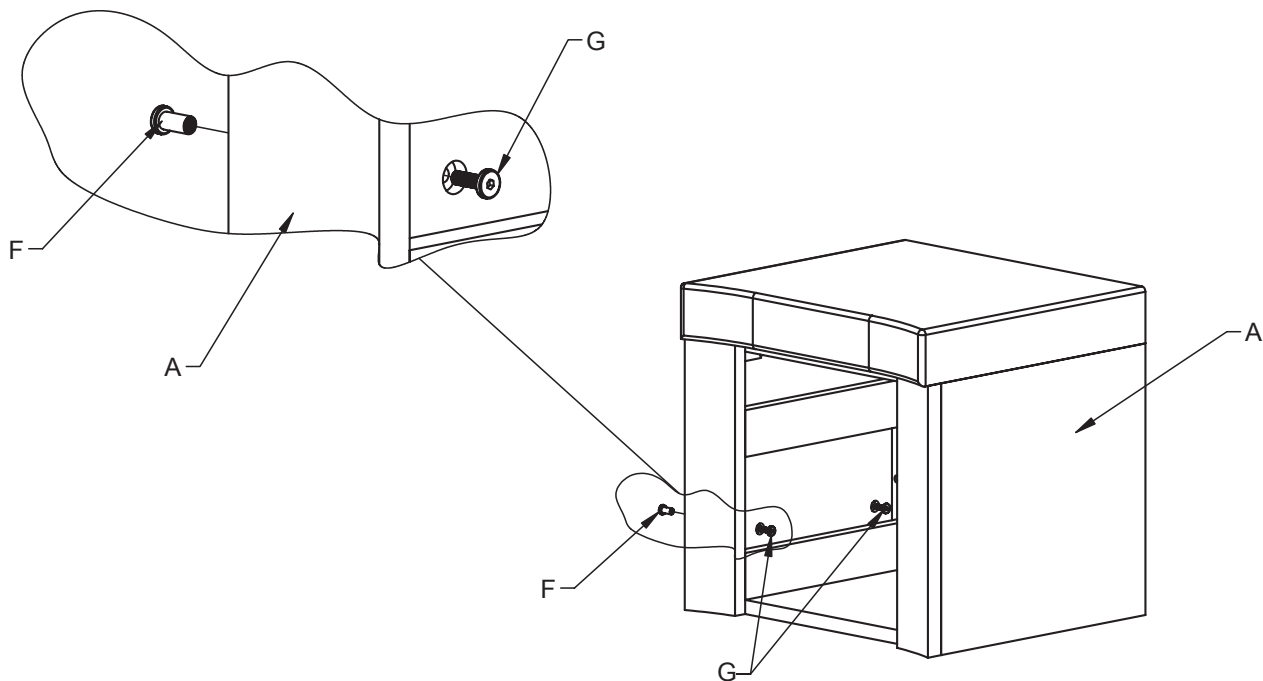

Figura 4
- o Taladre los agujeros ya pretaladrados usando una broca de 6,5 mm en el lado del **conjunto del cajón central (A)** donde se fije la unidad 5605-1. Si utiliza la unidad 5605-1, taladre agujeros a ambos lados del **conjunto de cajón central (A)**.
- o Con la ayuda de una persona, fije el **conjunto de cajón central (A)** y la otra unidad deseada usando el **tornillo hembra de instalación lateral (F)** y el **tornillo macho de instalación lateral (G)**.
- o Vea la **figura 4**.